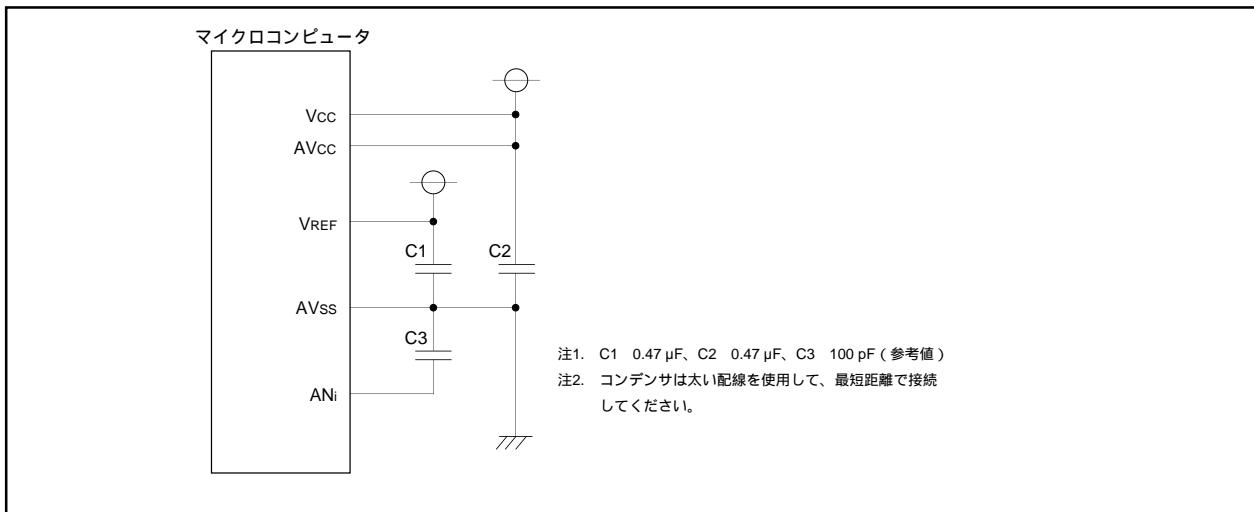

図2.9.17. 各端子の処理例
- 内 容 (1) AD制御レジスタ0の各ビット(ビット6を除く)、AD制御レジスタ1の各ビット、およびAD制御レジスタ2のビット0に対する書き込みは、A/D変換停止時(トリガ発生前)に行ってください。特にVref接続ビットを“0”から“1”にしたときは、 $1\mu s$ 以上経過した後にA/D変換を開始してください。
- (2) VREF端子とAVss端子の間には、それぞれコンデンサを接続してください。また、AVcc端子とAVss端子、およびアナログ入力端子(ANi)とAVss端子の間にもコンデンサを接続することを推奨します。図2.9.17に各端子の処理例を示します。